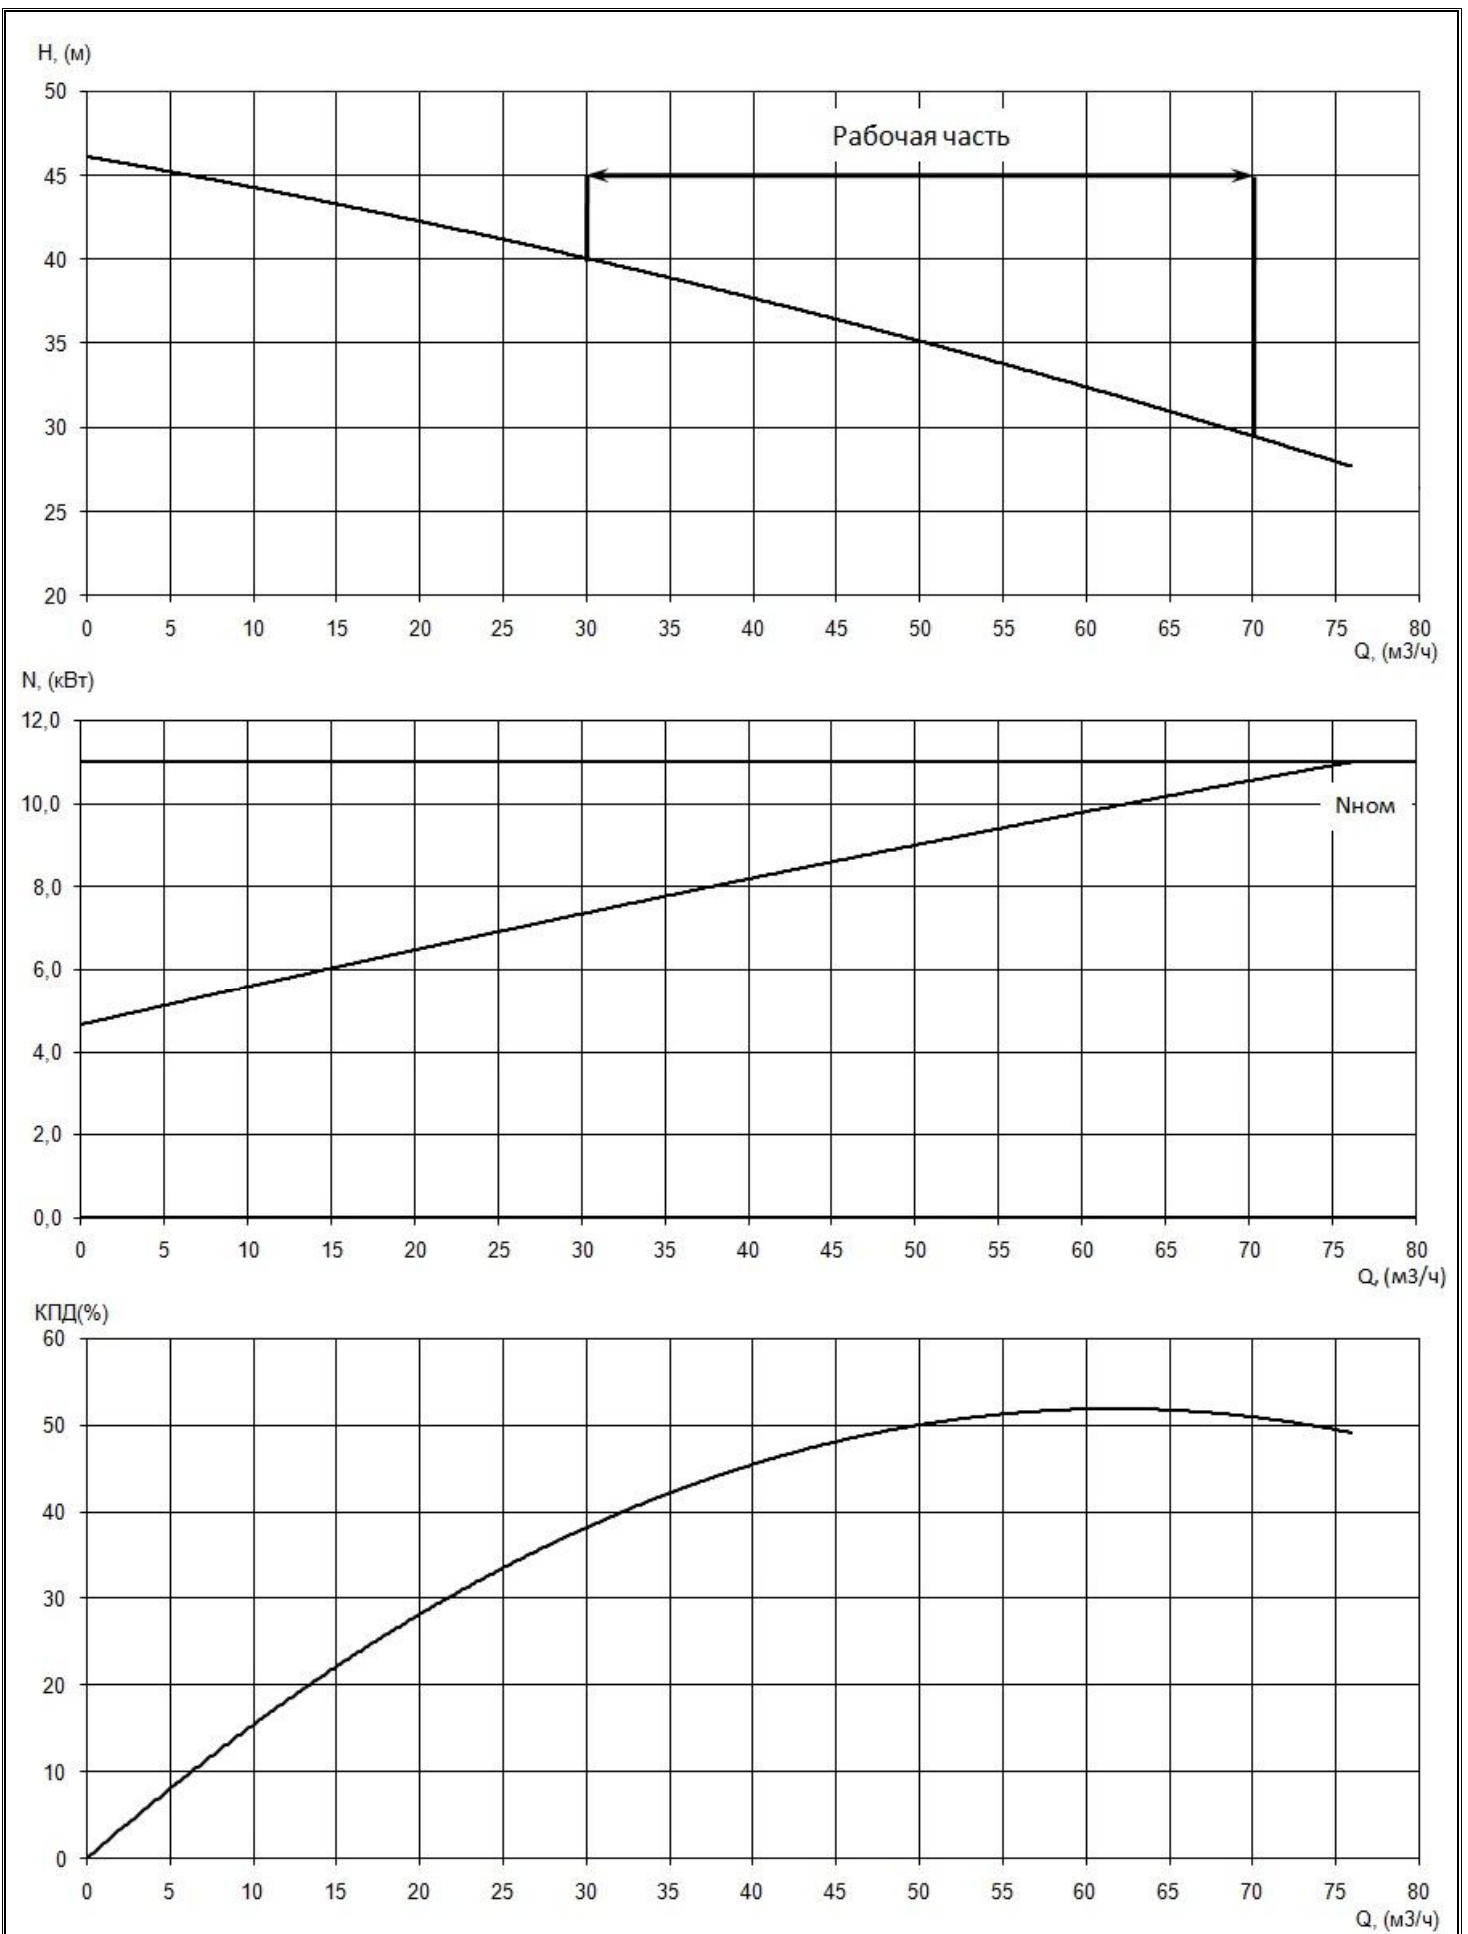

Рисунок 1. - Пример характеристики электронасоса серии «Иртыш»
**ВНИМАНИЕ!** Запрещается работа электронасоса на режимах, выходящих за пределы рабочей части характеристик (рисунок 1).